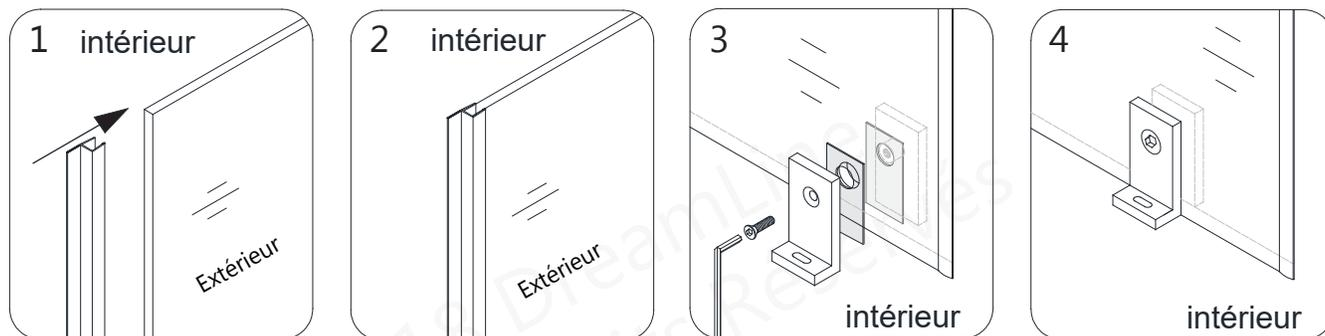

Fig 3
3. Enfoncez la bande d'étanchéité (**panneau intégré**) (N° 19) sur la bordure verticale du **panneau vitré fixe** (N° 11). Ceci protégera la bordure du panneau vitré contre des dommages et allouera l'espace suffisant pour la porte vitrée. Posez la **fixation du bas** (N° 18) à travers l'orifice du bas du **panneau vitré** (N° 11). **Fig. 3**